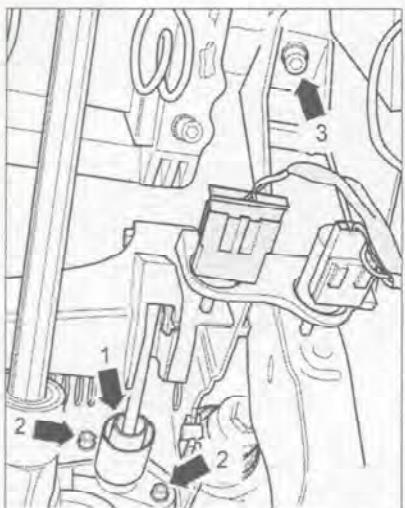

Рис. 7.319. Отврните болты (стрелки 2) главного цилиндра сцепления (стрелка 1). Отврните болт (стрелка 3) кронштейна.
13. Отверните болты (стрелки 2) главного цилиндра сцепления (стрелка 1) (рис. 7.319).